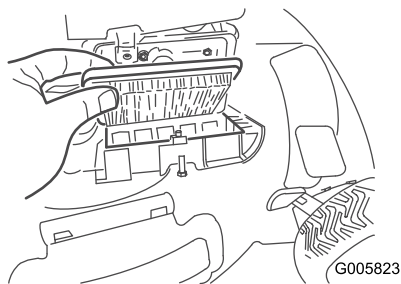

Figure 20
1. Ouvrez le couvercle du filtre à air avec un tournevis (Figure 20).